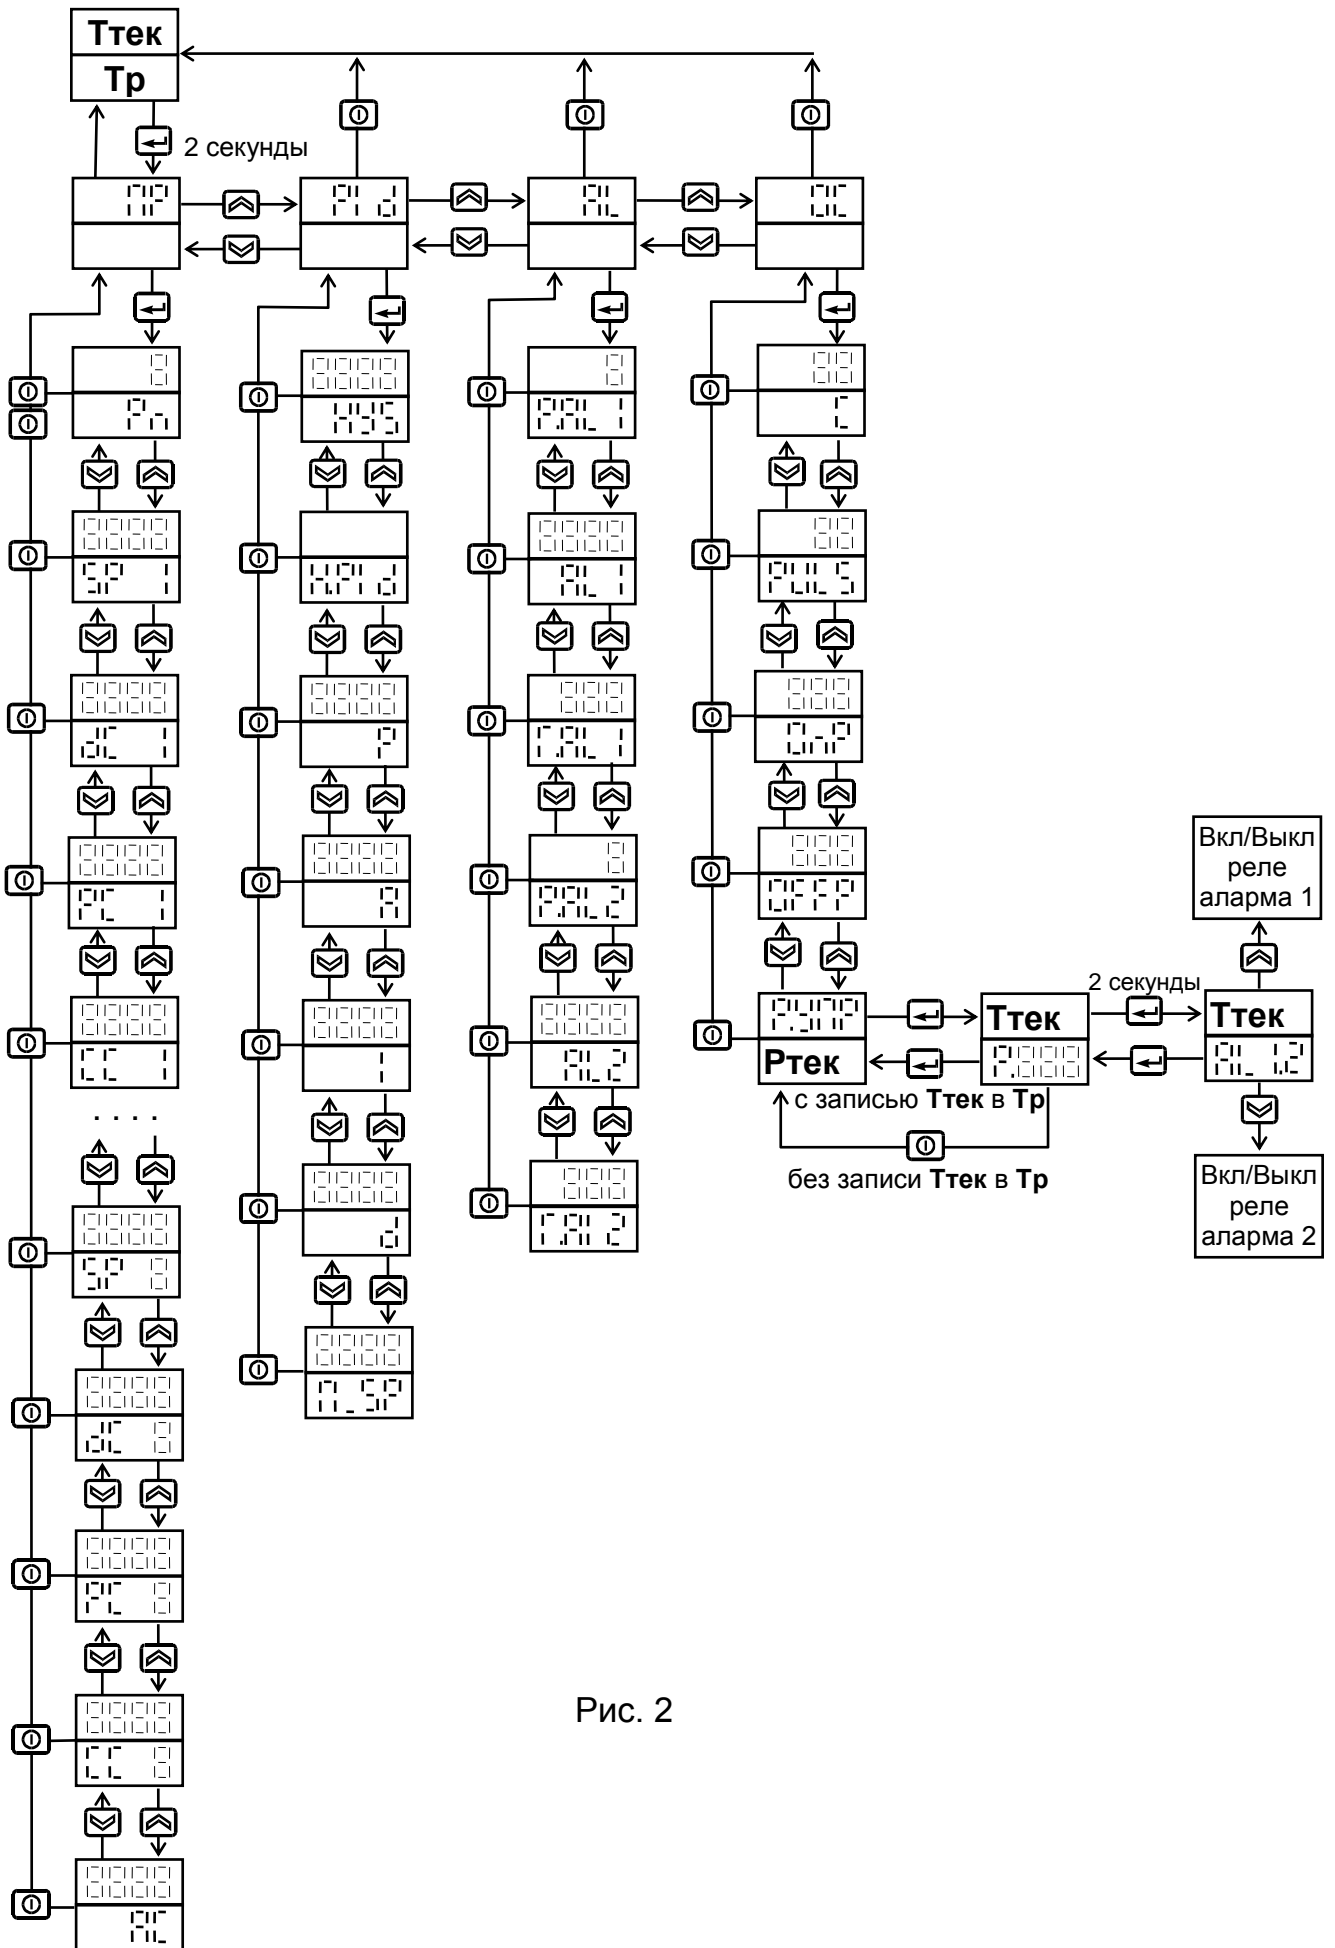

Рис. 2
- Для ввода других параметров, определяющих работу регулятора, нужно в режиме отображения текущей и заданной температуры нажать и удерживать кнопку F^{U} примерно две секунды до появления надписи F^{U} на верхнем индикаторе. Теперь из меню параметров можно выбирать и изменять те, которые необходимо (Рис. 2).